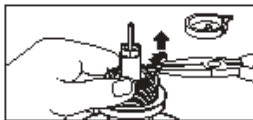

Figura P3
4. Colocar el pulgar en un lado del clip de retención y, con un par de alicates, sujetar el otro lado del clip de retención. Tirar hacia afuera y hacia arriba, quitando el clip de la base del adaptador roscado de 3/4”. Luego, retirar el adaptador (Figura P3).